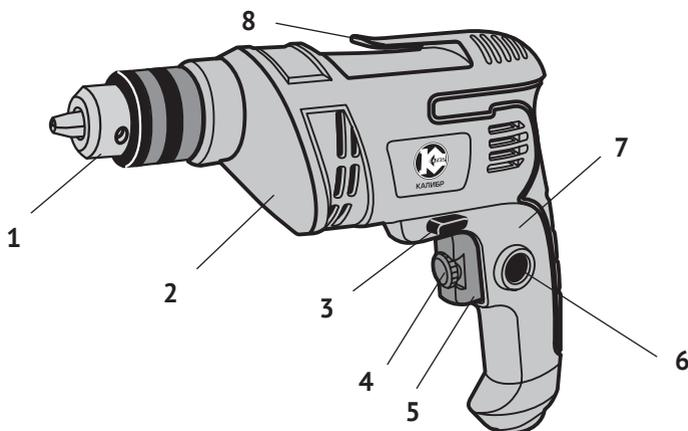

рис. 1
1.6 Общий вид дрели представлен на рис.1
1.7 Механизм дрели расположен в пластиковом корпусе (рис.1 поз.2), состоящем из двух частей: правой и левой, выполненном заодно с рукояткой (рис.1 поз.7). Крутящий момент с якоря электродвигателя шестернёй, передаётся на шпиндель, соосный с двигателем. На резьбу (3/8") шпинделя крепится сверлильный патрон (рис.1 поз.1).
1.8 Клавиша выключателя (рис.1 поз.5) расположена в передней части рукоятки. В клавишу вмонтирован диск регулятора оборотов (рис.1 поз.4). С его помощью можно изменять скорость вращения шпинделя в пределах от 0 до 2800 об/мин. Это позволяет выбрать оптимальный режим работы, в зависимости от просверливаемого материала и установленного сверла.
Над клавишей выключателя находится переключатель реверса (рис.1 поз.3), рычажковой или пластинчатой конструкции. В нейтральном положении он выполняет функцию блокиратора клавиши от случайного включения. Символами R, F или стрелками указывается направление вращения патрона.
Включение дрели осуществляется нажатием на клавишу выключателя (рис.1 поз.5) указательным пальцем. Слева на рукоятке находится кнопка (рис.1 поз.6)